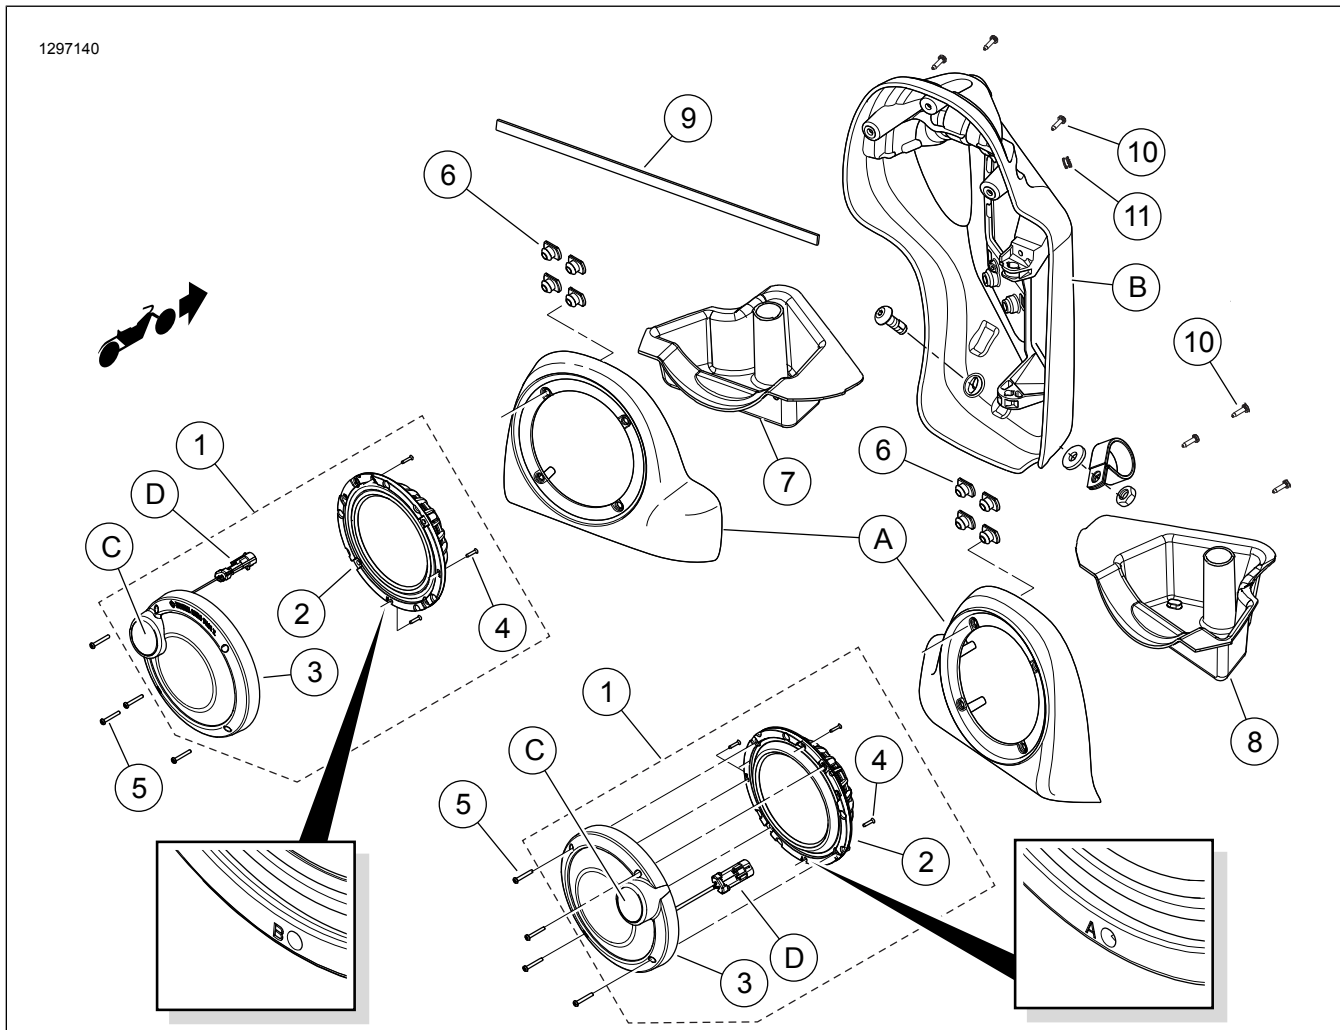

Figura 12. Peças de reposição, kit do alto-falante da carenagem inferior Boom! Audio Stage II
18. Veja Figura 12 . Separe a anilha dividida (11). Instale o ilhó ao redor do ramo do chicote de fios. Instale no furo feito na carenagem.
22. Veja Figura 12 . Fixe os conectores do fio do alto-falante dentro da caixa do alto-falante nos terminais de lâmina na traseira do novo woofer. Contatos de lâmina de tamanhos diferentes evitam erros na montagem.
23. Acople o conector de áudio de dois pinos do chicote de fios do amplificador no conector do tweeter e faixa média (D).
24. Gire o conjunto do alto-falante (1) para que o tweeter (C) fique a 45 graus da parte externa superior.
25. Instale o conjunto do alto-falante na caixa do alto-falante com os quatro parafusos (5) do kit.